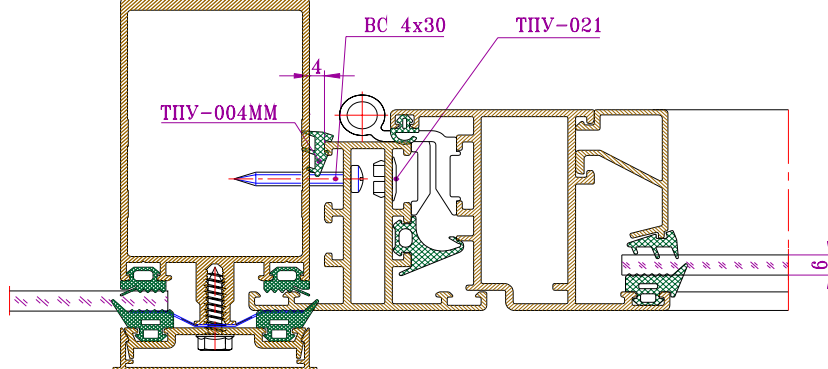

Рис. 6-19 Крепление створки без терморазъема в витраж
- Закрепить винтами самонарезными ВС 4x30 (рис.6-19);